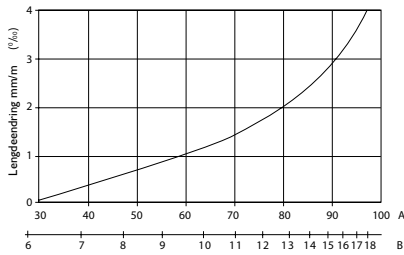

Fig. 1
Forestia Ferdigvegg påvirkes av endringer i luftfuktighet (fig.1). Fuktinnhold fra fabrikk 5-8 %, som tilsvarer likevekt med 20-50 % RF. Byggfukten må holdes under kontroll ved hjelp av ventilering og oppvarming.
Forestia One-Step Walls påverkas av förändringar i luftfuktigheten (Fig. 1). Produkten innehåller 5-8 % fuktkvot vid levereras från fabriken. Det motsvarar en i relativ luftfuktighet (RF) på 20-50 % . Luftfuktigheten i byggnaden måste kontrolleras med hjälp av ventilation och uppvärmning.
Forestia One-Step Walls påvirkes af ændringer i luftfugtigheden (fig. 1). Fugtindholdet ved levering fra fabriken er 5-8%, svarende til en ligevægtsværdi for relativ fugtighed (RH) på 20-50%. Fugtigheden i bygningen skal styres ved hjælp af ventilation og opvarmning.